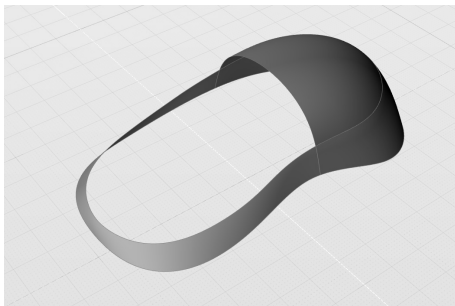

图 5-183 以“曲线 03”修剪曲面
12) 将隐藏的“曲线 03”从全局浏览器中显示出来, 对上一步中获得的两面分别进行修剪, 保留部分如图 5-183 所示。随后可再次隐藏“曲线 03”。